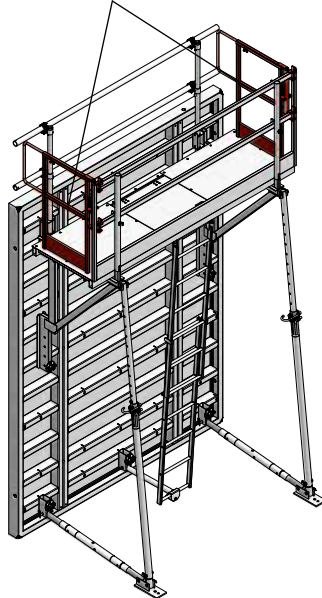

Abb. 21.1
1. Die bereits stehende Aufbaueinheit mit Durchstieg und Teleskopleiter ist mit dem Stirngeländer klappbar SB Keil an beiden Seiten der Plattform gegen Absturz gesichert (Abb. 21.1). Person A steigt über die Leiter auf die Plattform und entfernt die Kranseile.